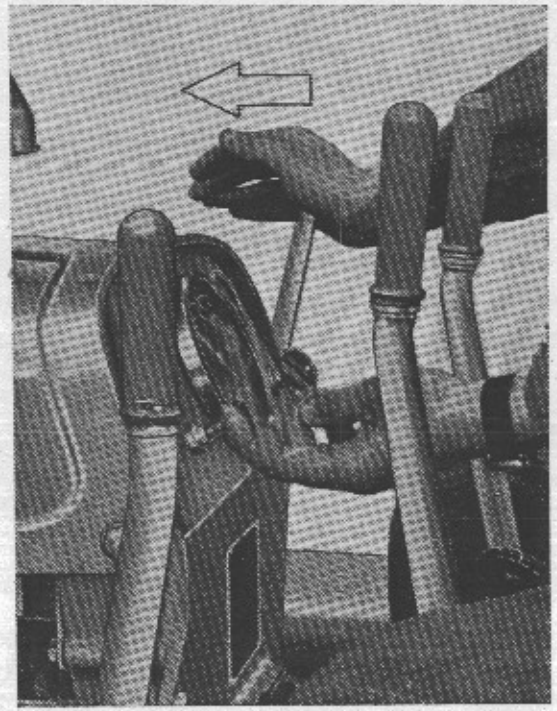

Fig. 28
- b) Disporre la levetta dell'acceleratore in posizione di massimo carico (fig. 28).